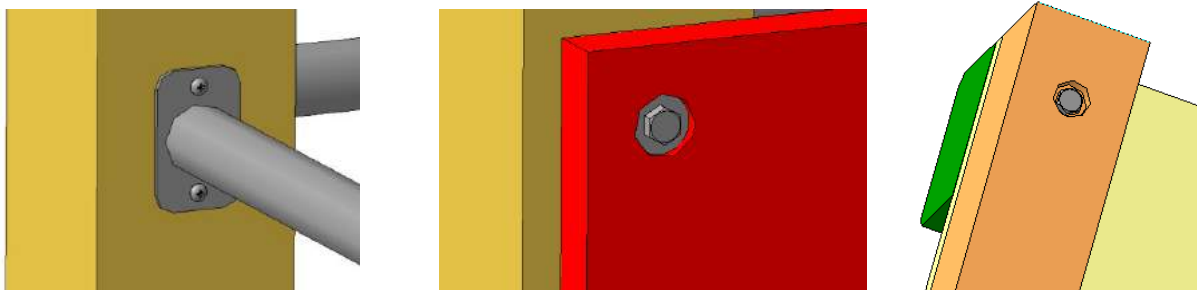

Рисунок 3. Виды соединений элементов комплекса
3. Уделить особое внимание правильному соединению элементов комплекса, при помощи крепежных деталей. Для моделирования соединений использовать встроенные в программу библиотеки стандартных деталей (рисунок 3).